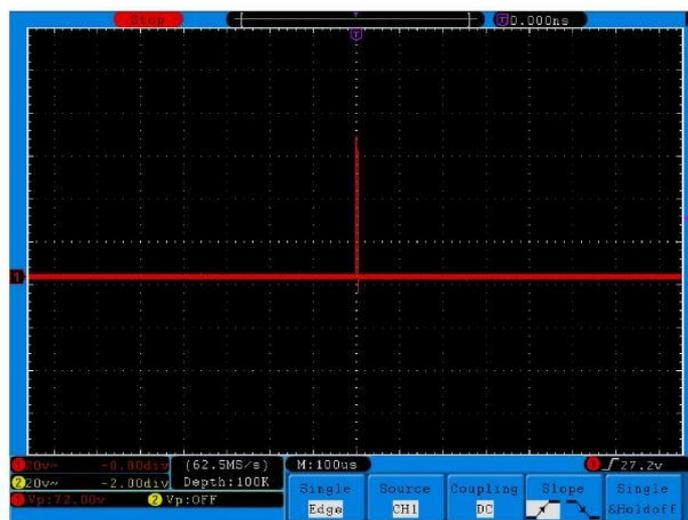

Fig. 81 Registrazione di un singolo segnale
15. Controllare l'indicatore di stato dell'attivazione nella parte superiore dello schermo. Se non è pronto, premere il **pulsante Run/Stop** per avviare la registrazione e attendere l'attivazione. Quando un segnale raggiunge il livello di attivazione impostato, viene prelevato un campione e quindi emesso sullo schermo. In questo modo è possibile catturare facilmente un impulso casuale. Ad esempio, se vogliamo trovare un impulso di ampiezza elevata, impostiamo il livello di trigger su un valore leggermente superiore alla media del livello del segnale, quindi premiamo il **pulsante Run/Stop** e attendiamo un trigger. Quando si verifica un impulso, l'unità si attiva automaticamente e registra la forma d'onda generata nel periodo intorno al tempo di attivazione. Ruotare la manopola di regolazione **POSIZIONE ORIZZONTALE** nel pannello di controllo Orizzontale per modificare la posizione di attivazione orizzontale e creare un ritardo negativo che consenta di osservare facilmente la forma d'onda prima dell'impulso (vedere la **Fig. 81**).